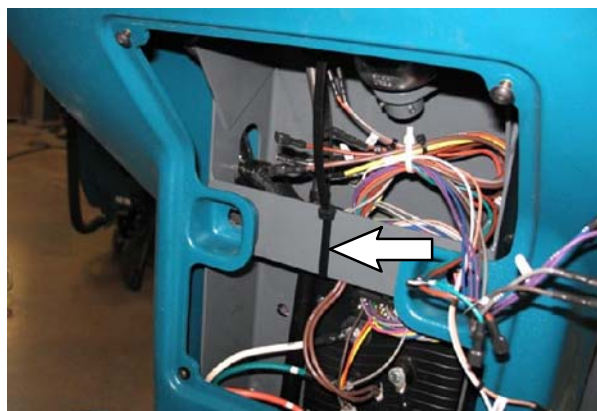

AFB. 52
32. Installeer de kabelklemmen terug. (Afb. 52)